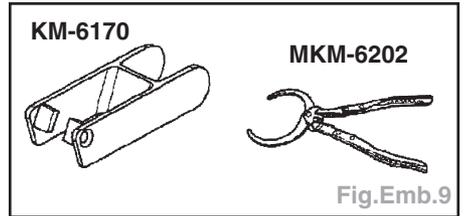

Fig.Emb.9
- Outils nécessaires (Fig.Emb.9) :